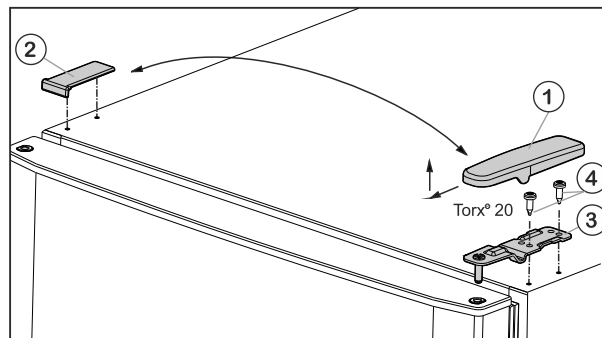
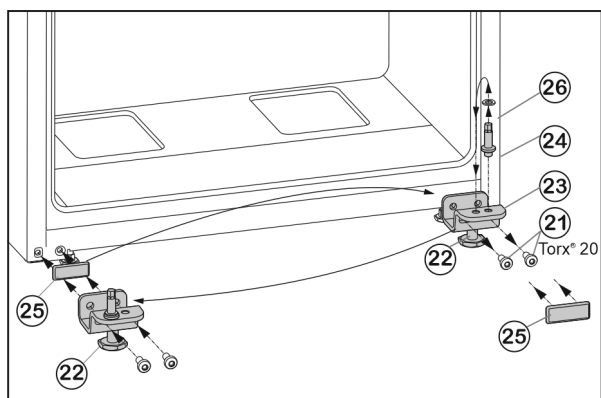

Fig. 5
Fig. 7
- ▶ Kryt Fig. 5 (1) stáhněte dopředu a nahoru.
- ▶ Kryt Fig. 5 (2) zvedněte.
- ▶ Horní stojan ložiska Fig. 5 (3) odšroubujte (2 krát Torx® 20) Fig. 5 (4) a stáhněte nahoru.
- ▶ Upevňovací šrouby Fig. 7 (21) odšroubujte.
- ▶ Vyměňte spodní stojan ložiska Fig. 7 (23) i s ložiskovým čepem Fig. 7 (24), podložkou Fig. 7 (26) a seřizovací nožkou Fig. 7 (22).
- ▶ Ložiskový čep Fig. 7 (24) kompletně odšroubujte i s podložkou Fig. 7 (26), přemístěte do protilehlého upínacího otvoru stojanu ložiska a opět přišroubujte.
- ▶ Krycí desku Fig. 7 (25) opatrně sejměte a přemístěte ji na protější stranu.
- ▶ Spodní stojan ložiska Fig. 7 (23) opět kompletně, i s ložiskovým čepem Fig. 7 (24), podložkou Fig. 7 (26) a seřizovací nožkou Fig. 7 (22), případně s pomocí akumulátorového šroubováku **silou (4 Nm)** našroubujte na nové straně závěsu dveří.
- ▶ Spodní dveře nasadte shora na ložiskový čep Fig. 7 (24).
- ▶ Prostřední stojan ložiska (13) otočený o 180° nasadte do spodních dvířek a našroubujte jej pomocí upevňovacích šroubů (11) (2 x Torx® 20) pevně na novou stranu závěsu dveří (4 Nm).
- ▶ Opět nasadte plastovou podložku (10).
- ▶ Horní dvířka usadte na prostředním ložiskovém čepu (13).
- ▶ Horní stojan ložiska Fig. 5 (3) vložte na nové straně závěsu do dvířek.
- ▶ Horní stojan ložiska **pevně přišroubujte (4 Nm)** (2krát Torx® 20) Fig. 5 (4). Popřípadě použijte akumulátorový šroubovák.
- ▶ Kryt Fig. 5 (1) na opačné straně zvenčí nasadte a nechte zaklapnout.
- ▶ Kryt Fig. 5 (2) vždy na opačné straně shora nasadte a nechte zaklapnout.
- ▶ Seřizovací nožku Fig. 7 (22) na spodním stojanu ložiska Fig. 7 (23) vytáčejte, až dosedne na zem.